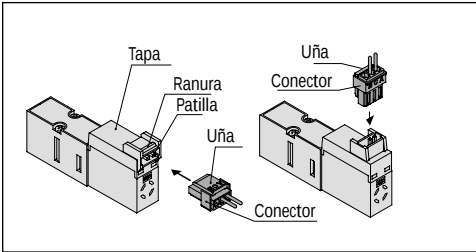

Figura 6
3. Desconecte el conector (Figura 6).
#### Extracción del conector (Figura 6)